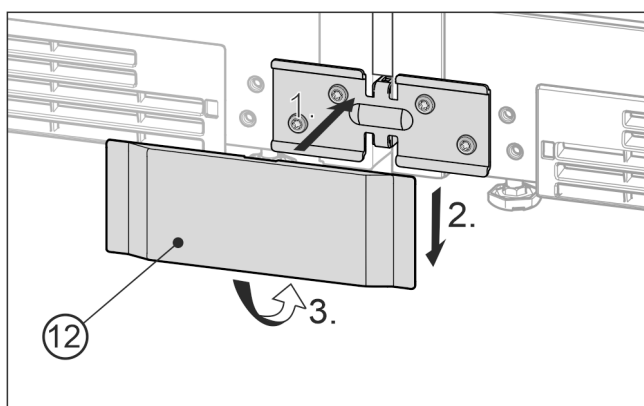

Fig. 24 Illustrationen är ett exempel
- Sätt fast den nedre täckplattan Fig. 24 (12) framifrån på vinkeln Fig. 24 (1), för den nedåt Fig. 24 (2) och lås fast nedtill Fig. 24 (3).